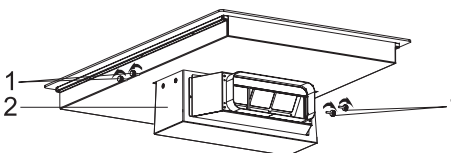

Abb. 29
- 7.** Lösen Sie die Montageschrauben (Abb. 29/1).